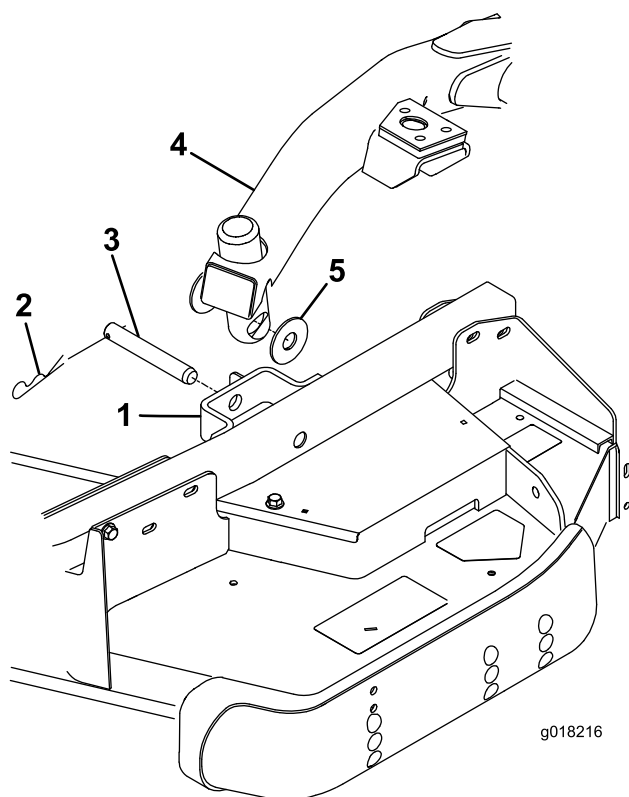

Figure 26
4. Poussez l'interrupteur de relevage en avant en position de flottement. Poussez un bras de relevage vers le bas jusqu'à ce que ses trous soient alignés sur ceux du support du bras pivotant. Il est alors possible d'introduire la tige de réglage de hauteur de coupe dans les patins du bras de levage (Figure 26).
5. Fixez le bras de relevage au bras pivotant avec 2 rondelles de butée, un axe de chape et une goupille fendue. Placez les rondelles de butée entre le bras de relevage et le support de bras pivotant (Figure 26). Insérez l'extrémité de la goupille fendue dans la fente de la patte du bras pivotant pour retenir la goupille fendue.